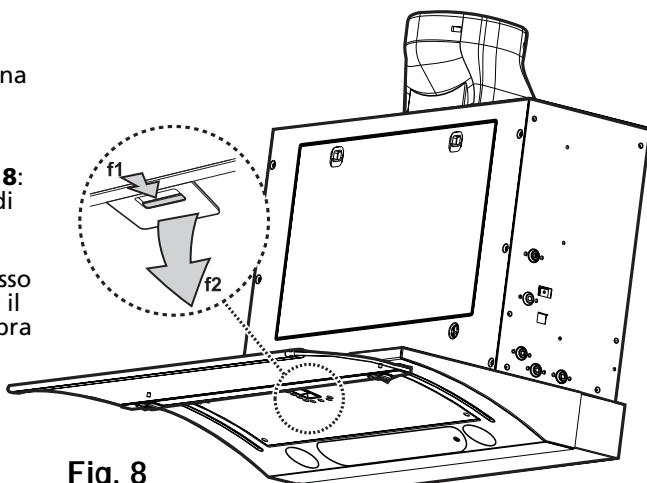

Fig. 8
2. Togliere i filtri antigrasso - **Fig. 8**: per toglierlo tirare la maniglia di sgancio a molla (**f1-f2**) verso il basso, poi estrarre il filtro.
2. Togliere il filtro antigrasso (**f1-f2 - Fig. 8**).